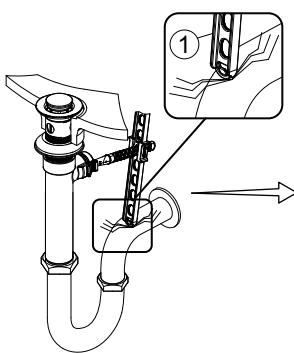

Fig. 1
If the pop up lift rod strap (1) is interfering with your installation, as shown in Fig. 1, the lift rod strap (1) can be cut shorter.
Si la presilla de la varilla de elevación (1) interfiere con tu instalación, como se muestra en la Fig. 1, la presilla de la varilla de elevación (1) puede recortarse.
Si la courroie de la tige de levage de l'évacuation mécanique (1) gêne votre installation, comme illustré sur la Fig. 1, la courroie de la tige de levage (1) peut être raccourcie.